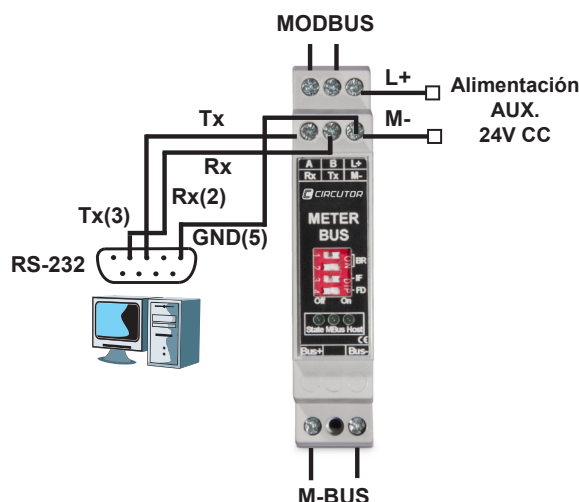

Figura 7: Conexión del CMBUS con el puerto RS-232.
- 4.- Conectar el **CMBUS** al puerto RS-232 del ordenador, según la **Figura 7**.